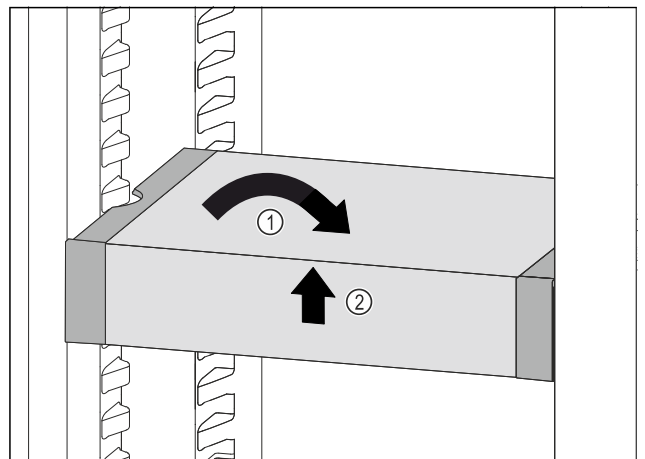

Fig. 115
► 将 VarioSafe 放平。 Fig. 115 (1)
► 抬起 VarioSafe 前部。 Fig. 115 (2)